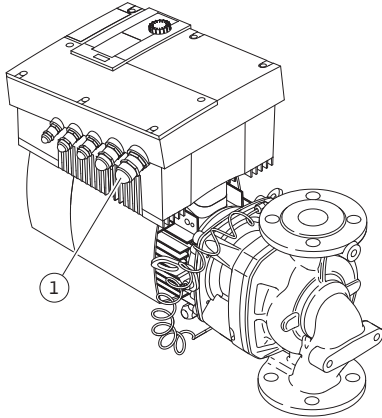

Fig. 28: Presse-étoupe M25
- Le câble d'alimentation électrique doit être inséré dans le presse-étoupe M25 (fig. 28, pos. 1).